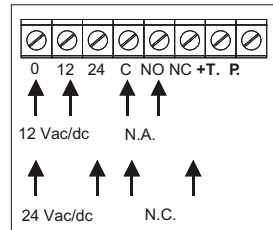
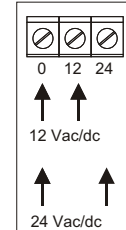
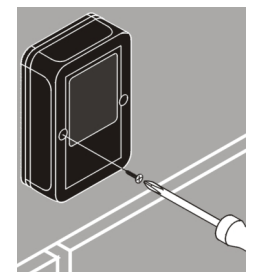

Fig. 8 / Bild. 8
Fig. 9 / Bild. 9
Fig. 14 / Bild. 14
- 6-Wenn die elektrischen Verbindungen (Bild 8 und 9)
Den Ausgangskontakt (Bild 8) verbinden:
- 6 - Après avoir procédé au recordement électrique (fig. 8 et 9) et aux réglages (fig. 7 et 10) fixer le capot à l'aide de la vis fournies (fig. 14).
Alimenter le récepteur (fig. 8) et l'émetteur (fig. 9):
Raccorder le contact de sortie (fig. 8):